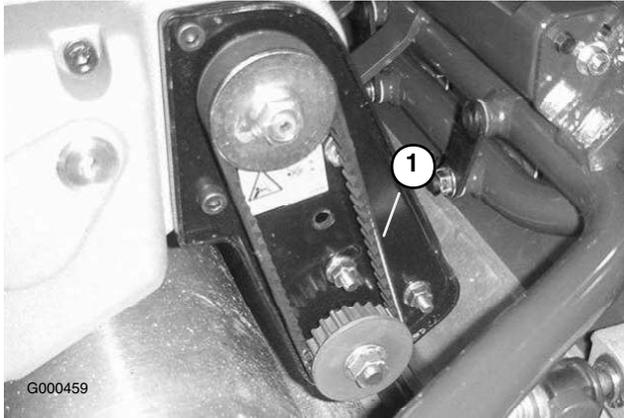

Bild 35
2. Prüfen Sie die Spannung des Riemens (Bild 35). Wenden Sie eine Kraft von $17,8 \pm 4,4$ N in der Mitte der Scheiben an. Die